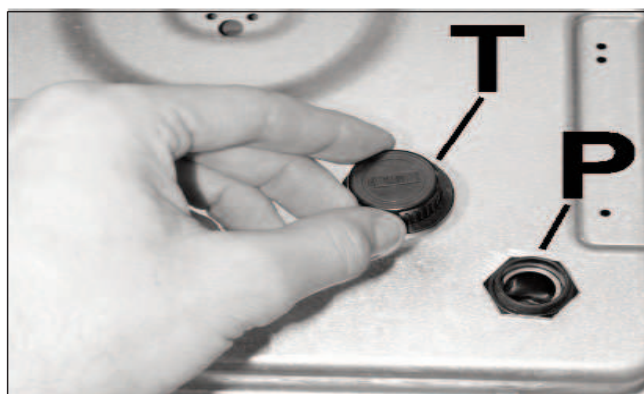

FIG. 12
- Dévisser le bouchon de l'allumage "T" (voir fig. 12) et mettre en place une pile de 1.5 V (non fournie avec l'appareil) avec la polarité "+" tournée vers l'intérieur. Revisser le bouchon.